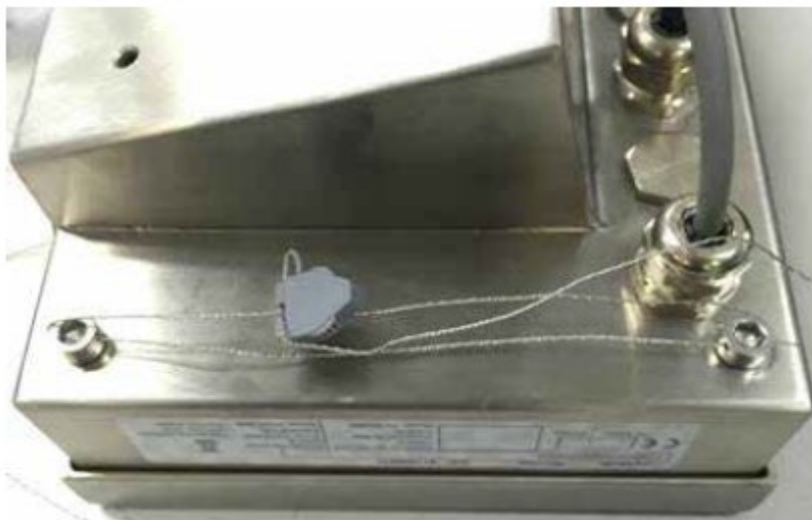

Figure 2-17 : Méthode de plombage
2. Passez le fil de plombage à travers les deux boulons de plombage adjacents, puis fixez la retenue du plomb comme indiqué sur la Figure 2-17.